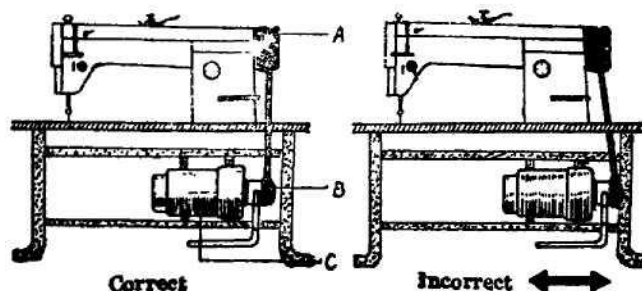

Рис. 4
3.1.5 Установка мотора (рис. 4)